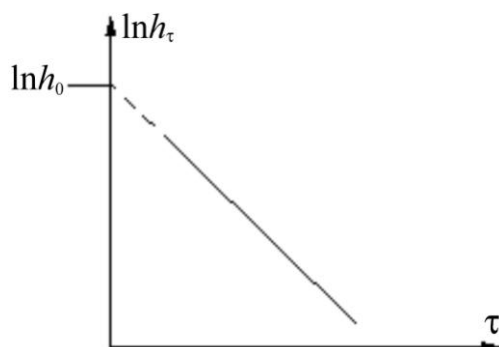

Рис. 3
Измеряя h_τ при разных значениях τ и строя график зависимости $\ln h_\tau = f(\tau)$, можно найти значение h_0 экстраполяцией экспериментальной прямой (рис. 3).
3. Построить график $\ln h_\tau = f(\tau)$ (см. рис. 3).
6. По формуле (7) вычислить экспериментальное значение